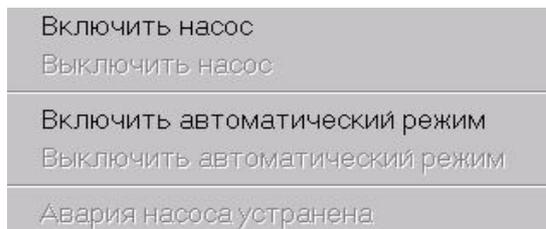

Рис. 8
3.3.4.3 Насос дренажной емкости Е2 может находиться в ручном или автоматическом режиме работы. Выбор режима работы производится из меню управления, которое вызывается нажатием на изображении насоса (Рис. 8).